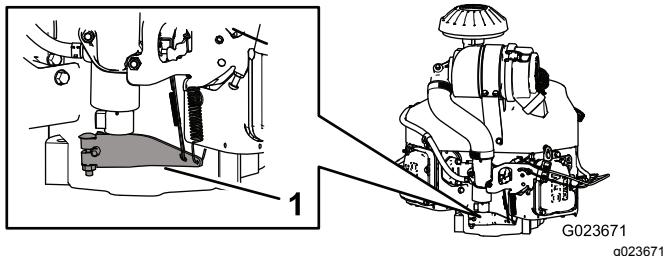

Figura 66
- Empurre a extremidade da mola do braço do governador para baixo (Figura 66).